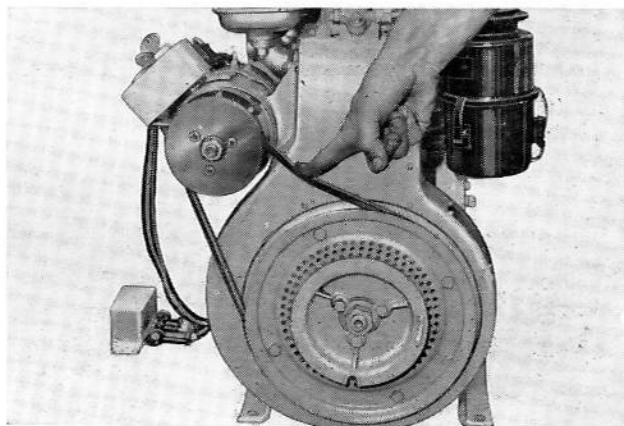

Fig. 48
- Tendre la courroie, qui doit fléchir de 1 cm environ sous la pression du doigt. S'il y a lieu, régler en changeant les cales entre les demi-poulies du dynastart. (Fig. 48)